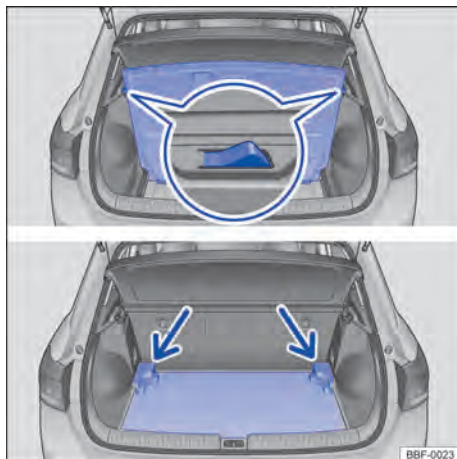

Fig. 147 En el maletero: regular la altura del piso del maletero.
- Levantar el piso del maletero y tirar de él hacia atrás sacando dos guías en los costados del maletero → fig. 147 **A**.
- Levantar el piso del maletero y empujar hacia abajo, hacia la guía → fig. 147 **B** (flechas).